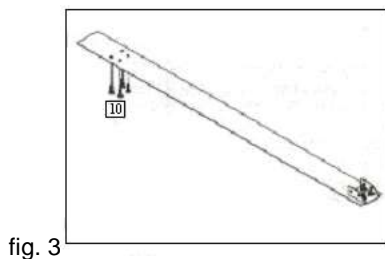

fig. 3
a. Suavemente levante el tensor (9) e inserte cuatro tornillos M5x15 (10) en los agujeros que se encuentran más cercanos al centro de la piscina. **Asegúrese de que las cabezas de los tornillos están encaradas hacia el suelo** (fig. 3). Vuelva a situar el tensor sobre el suelo y coloque la placa base (6) encima del tensor con los tornillos por dentro de los agujeros de la placa base. Sitúe la placa inferior (4)(G) sobre la placa base y sobre los tornillos que sobresalen del tensor tal (figura 4). Coloque las tuercas (11) en los tornillos y apriete las tuercas aleatoriamente. Antes de apretar compruebe que la placa base (6) no esta inclinada.